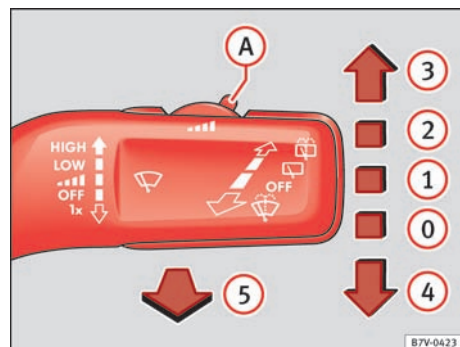

Fig. 66 Sådan betjenes forrudeviskerne.
Intervaltrinene (biler uden regnsensor) eller regnsensorens følsomhed indstilles med kontakten ⇒ Fig. 66 ①A. |
- Tryk betjeningsarmen til viskerne nedad et kort øjeblik ⇒ Fig. 66 ④.